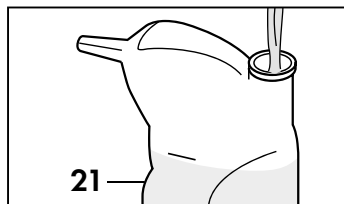

Fig. 6
Riempire la bottiglia (21) con acqua del rubinetto (Fig. 6).